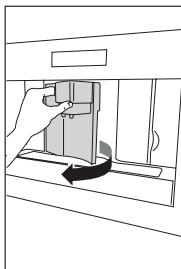
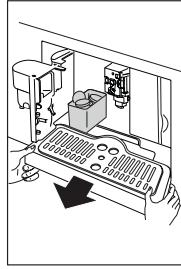
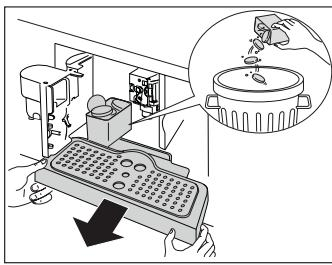

Fig. 23
Fig. 24
Fig. 39
- Para limpar, abra a porta de manutenção na parte da frente puxando o bico de café (Fig. 23), retire o tabuleiro de recolha de pingos (Fig. 24), esvazie-o e limpe-o (Fig. 39).